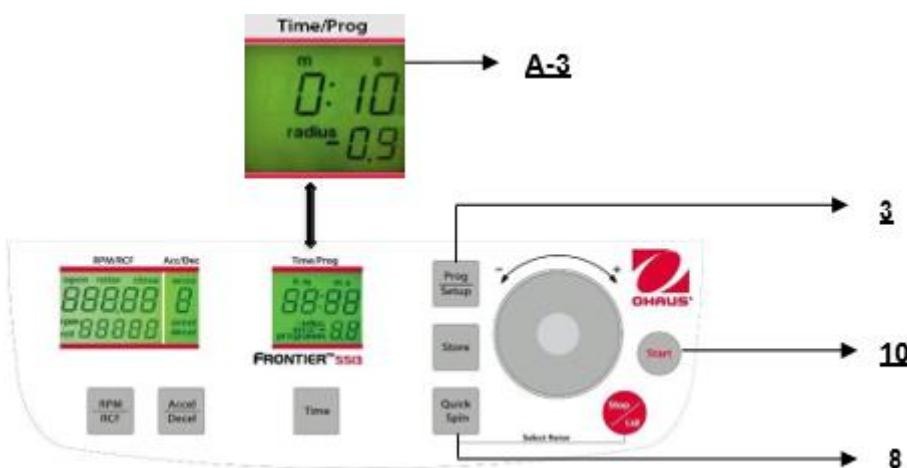

Figure. 23
La centrifugeuse peut être démarrée avec la touche "Start" (10) (voir la figure 23) ou avec la touche "Quick Spin" (8).